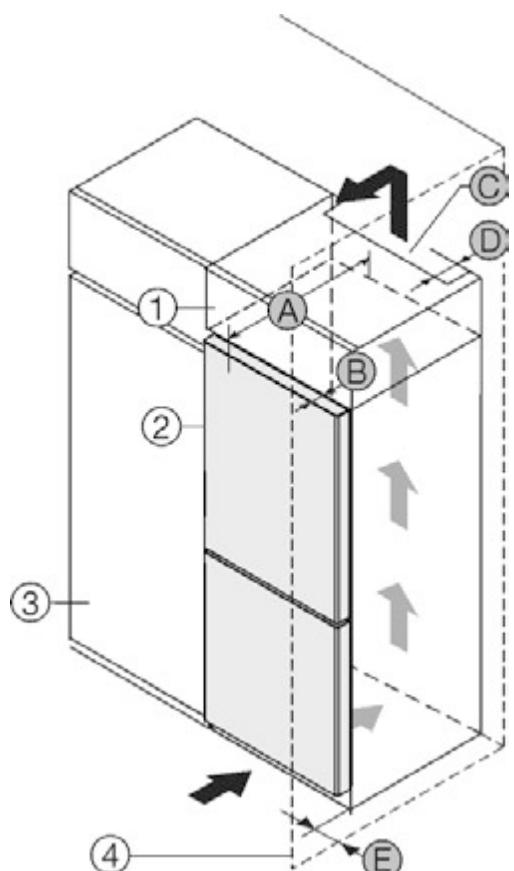

Fig. 1
Пристрій встановити безпосередньо поряд із кухонною шафою Fig. 1 (3).*
Встановити пристрій на відстані 5 см між пристроєм та кухонною шафою Fig. 1 (3).*
Глибина Fig. 1 (D) вільного простору вздовж усієї задньої сторони шафи повинна бути.*
Слід дотримуватись вентиляційного отвору Fig. 1 (C) в стелі приміщення.*
Якщо пристрій встановлюється поряд зі стінкою Fig. 1 (4), відстань між пристроєм та стінкою повинна бути не менше 40мм. Це відповідає необхідній відстані для ручки після відкривання дверцят.*
Щоб мати можливість повністю відкривати дверцята, потрібно, щоб пристрій стояв на відстані глибина дверей Fig. 1 (B) відносно передньої панелі кухонної шафи. Залежно від глибини кухонних шаф Fig. 1 (3) та використання пристінних розпірок пристрій може ще більше віддаєтися вперед.*
Щоб мати можливість повністю відкривати дверцята, потрібно, щоб пристрій стояв на відстані глибина дверей (B) відносно передньої панелі кухонної шафи. Залежно від глибини кухонних шаф Fig. 1 (3) та використання пристінних розпірок пристрій може ще більше віддаєтися вперед.*